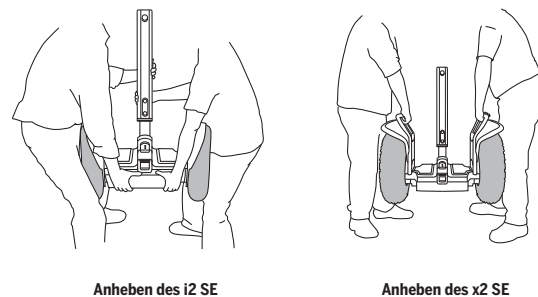

Abbildung 61: Anheben des Segway PT
3. Heben Sie den PT mit Ihren Beinen an, nicht mit Ihrem Rücken (siehe **Abbildung 61**).